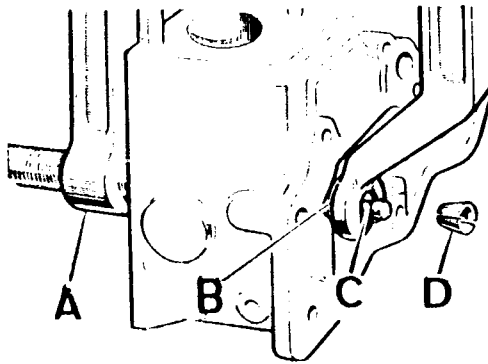

Fig. A3-51 Desmontaje de válvulas
- 2.1. Desmontar las válvulas empleando el útil 276102, A (Fig. A3-51).
- 3.3. Montar los muelles y sus tapas y, utilizando el desmonta-válvulas, 276102, comprimir aquellos y colocar los fladores en su alojamiento de los vástagos (Fig. A3-51).